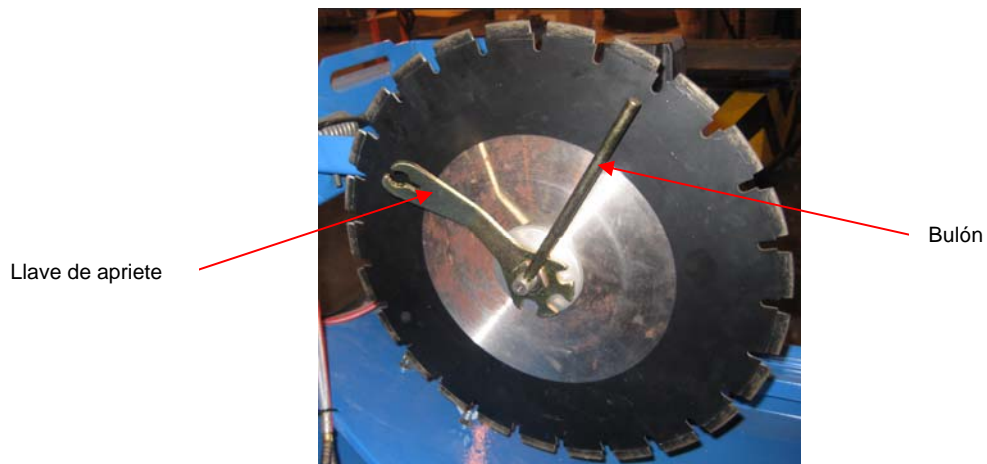

Fig. 7-3 Aflojar la tuerca con la ayuda del Bulón y la Llave
- Soltar la tuerca M20 (rosca izquierda) con la ayuda del Bulón y la Llave de apriete (ver Fig. 7-3).